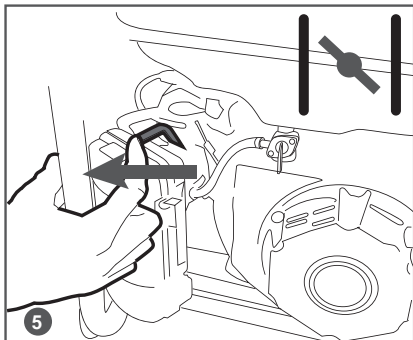

Рис. 12 Закрытие воздушной заслонки
5. Закройте воздушную заслонку карбюратора. Для этого переведите рычаг управления воздушной заслонкой в крайнее левое положение (Рис. 12).
*В процессе работы генератора при температуре окружающей среды ниже  $-10^{\circ}\text{C}$  в трубке 1 системы вентиляции картера происходит образование конденсата и его замерзание (Рис. 12). Это приводит к повышению давления в картере двигателя и выдавливанию моторного масла через сальники и прокладки, в результате чего происходит выход двигателя из строя из-за недостаточной смазки. Проверьте трубку 1 системы вентиляции картера на наличие ледяной пробки каждые 30 минут или чаще (Рис. 18).*